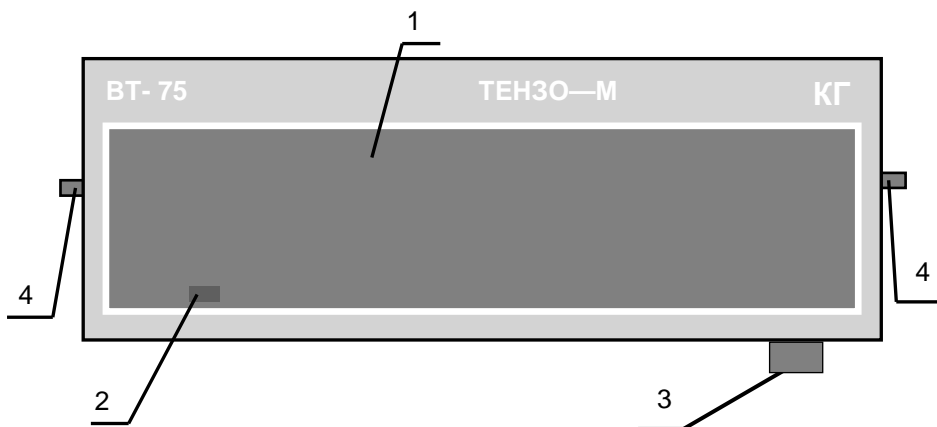

Рис. 4.1. Вид Изделия спереди.
На Рис. 4.1 изображён вид Изделия спереди.
6.1. Подключить интерфейс RS-485 к соответствующему соединителю Изделия (см. Рис. 4.1).
6.2. Подключить источник постоянного напряжения +24 В к соответствующему соединителю Изделия (см. Рис. 4.1).
14.4. Для осуществления дистанционного управления Изделием направьте инфракрасный излучатель, расположенный на узкой боковой стороне пульта, в сторону датчика ИК канала Изделия (см. Рис. 4.1 Руководства) и нажмите требуемую кнопку на клавиатуре пульта.